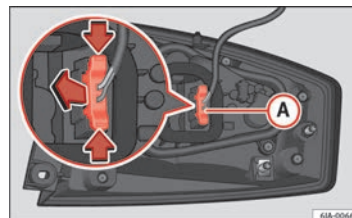

Fig. 157 Conector del piloto en la parte posterior de la unidad de luz trasera
- Desconecte el conector (A) ⇒ fig. 157 del piloto accionando las palancas laterales del mismo (flechas) y tirando del conector hacia el exterior. ►